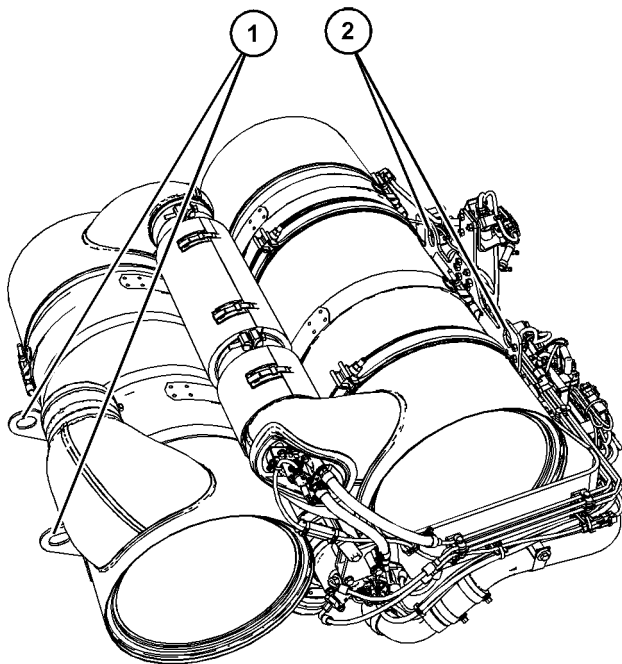

Abbildung 27
- (1) CEM-Hubösen
- (2) CEM-Hubösen
Darauf achten, dass alle 4 Hubösen beim Anheben des CEM verwendet werden. Nur die Hubösen (1) und Hubösen (2) zum Anheben des CEM verwenden, siehe Abbildung 27 .